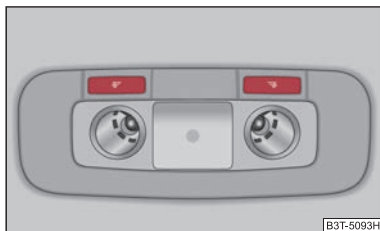

Fig. 55 Escotadura del revestimiento interior del techo: iluminación del habitáculo y lamparitas de lectura posteriores
- La lamparita de lectura derecha o bien izquierda se enciende o apaga pulsando el conmutador  ⇒ fig. 55. ■